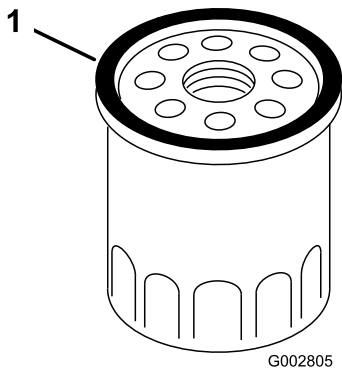

Figura 26
7. Usando el dedo, unte la junta del filtro nuevo con aceite (Figura 26).